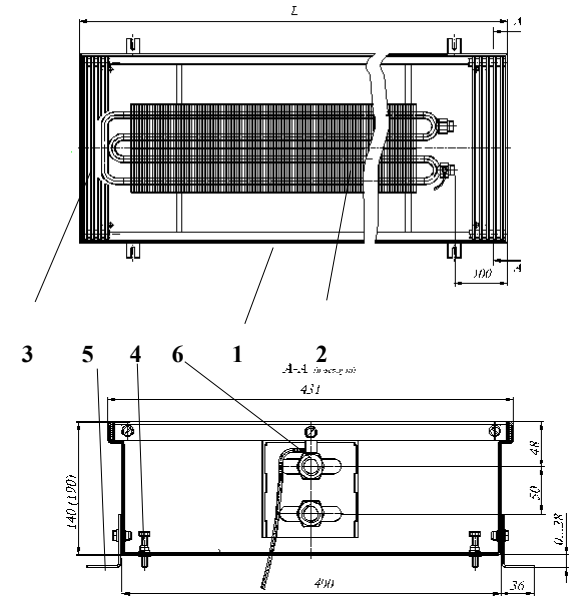

Рис. 1 Конвектор КРКД 43.14(19).60...300 концевой
Конвекторы имеют (см. рис.1,2):
4.2 Размеры и технические характеристики изделий представлены на Рис.1, 2 и в таблице 1, 2.
- 5.4 После соединения теплового пакета с трубопроводами и запуске системы отопления, при необходимости, выполнить удаление воздуха. Для этого свободный конец пластиковой трубки воздушного клапана 6 (см. рис.1) опустить в заранее подготовленную емкость для слива воды. Ключом отвернуть клапан на 0,5-1,5 оборота. После удаления воздуха, клапан закрыть.